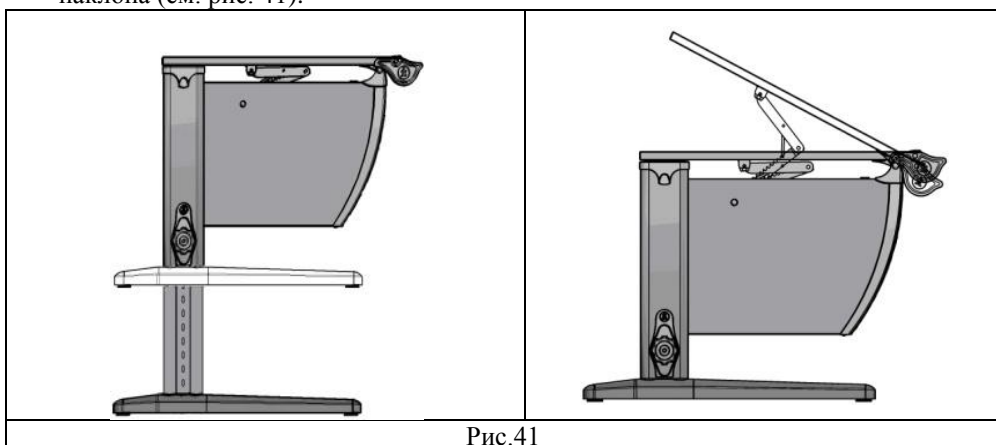

Рис.41
5.2. Для удобства эксплуатации потребителями различных возрастных групп стол имеет возможность ступенчатой регулировки столешницы по высоте и углу наклона (см. рис. 41).